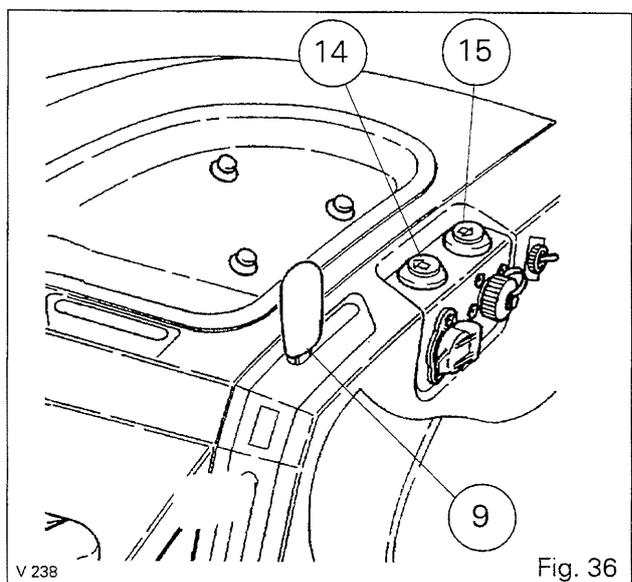

Fig. 36
1. Mettre en service le relevage électronique en manœuvrant le sélecteur E (Fig. 18), puis remonter le relevage au maximum à l'aide du bouton 14 (Fig. 36), ce qui déverrouille le crochet.
2. Agir sur le levier de verrouillage 9 (Fig. 36), pour libérer le crochet, puis agir sur le bouton de descente 15 pour descendre le crochet sur le sol.
2. Appuyer sur le bouton de relevage du crochet automatique 14 (Fig. 36) jusqu'à ce que le crochet se verrouille automatiquement.